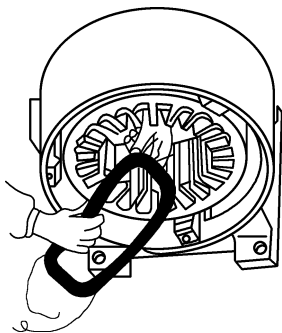

图 2-52 将线圈拉入槽内
2) 用双手扭扁线圈后放入槽口, 从左向右慢慢拉入槽内, 如图 2-52 所示; 再用理线板将剩余导线理入槽中, 并将导线理顺; 然后将线圈两端部适当压低, 以方便后面嵌线。